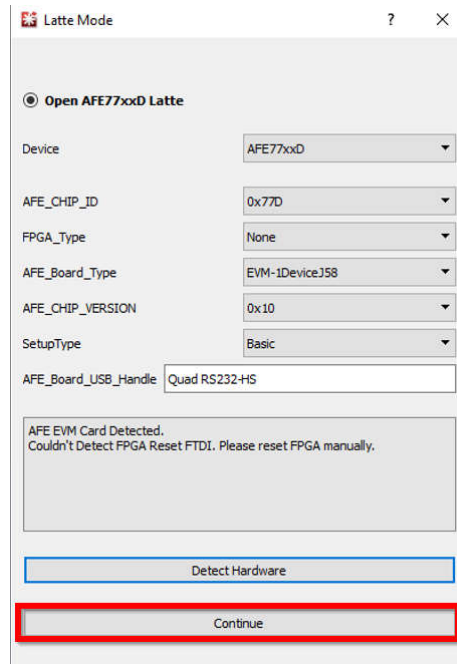

图 3-8. 启动 AFE77xxD Latte 软件
1. 打开 AFE77xxD Latte GUI 版本 1.4。确保其外观如 图 3-8 所示，然后单击 Continue。应该会显示 Couldn't Detect FPGA Reset FTDI.Please reset FPGA manually 这一条消息，可以忽略该消息。